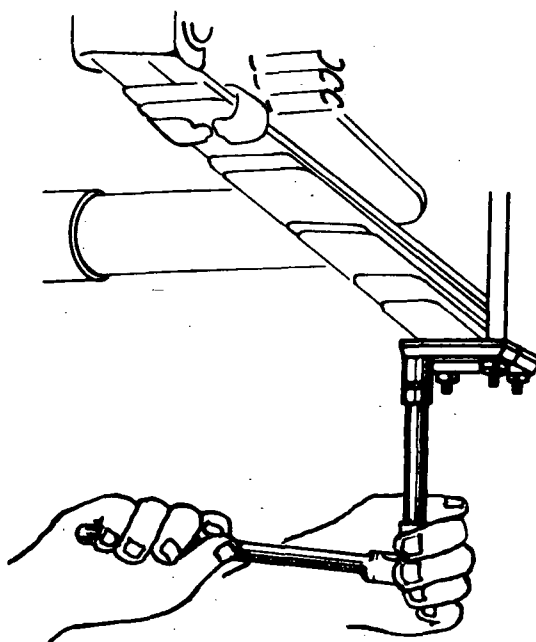

Fig. 2
- b Retire as porcas dos grampos em "U" do feixe de molas (fig.2).